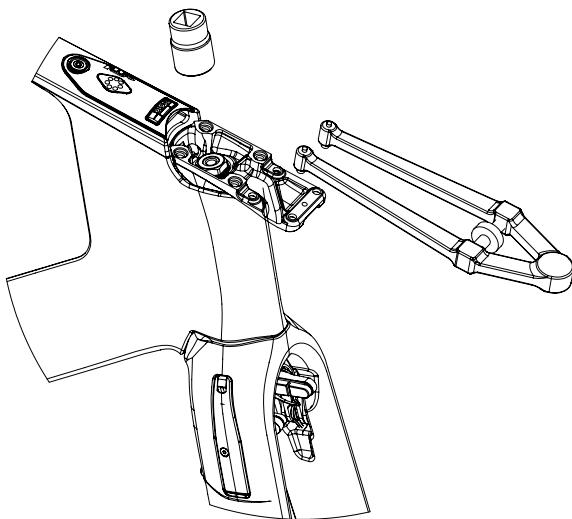

Fig. 11
- 1- Mantenere la forcella affinché non cada, e svitare il dado di serraggio ⑥ attacco servendosi di una boccola 6 brugole da 18mm. Mettere da parte il dado.
- 2- Se si tratta del primo montaggio, estrarre il pezzo di plastica rosso ⑤ .
- 3- Inserire la parte inferiore dell'attacco ① sulla forcella, accertandosi che la serie sterzo sia correttamente installata. Fare attenzione a far passare la guaina del freno posteriore nel foro oblunga dell'attacco.
- 4- Applicare 3 gocce di frenofiletto normale (tipo Loctite blu 243) sul controdado. ⑥.
- 5- Rimettere il posizione il dado ⑥ e serrare a **55Nm**. Questa operazione necessita del blocco della forcella, per il quale occorre utilizzare una chiave a settore (Fig. 11) da inserire nei fori dell'attacco che servono a fissare il manubrio. Durante il serraggio, il sistema di chiavette permette l'allineamento automatico dell'attacco alla forcella.
- 1- Posizionare il riscontro sterzo ⑧ nell'alloggiamento (a forma di fagiolo) sulla forcella.
- 2- Applicare un sottile strato di grasso sulla forcella laddove è a contatto con l'anello spaccato ⑦ Infine l'anello stesso ⑦. Fare attenzione a non mettere del grasso nell'alloggiamento e nel riscontro dello sterzo ⑧ (potrebbe provocare l'imbrattamento dell'alloggiamento, e nuocere alla rotazione della forcella).
- 3- Applicare un sottile strato di grasso sull'anello spaccato inferiore ⑦ poi posizionarvi il cuscinetto inferiore ⑥ Fare attenzione al senso del cuscinetto.
- 4- Ingrassare generosamente l'alloggiamento superiore dello sterzo del telaio. Poi sovrapporre: l'anello di fondo dell'alloggiamento ⑤, la molla ④, e l'anello d'appoggio del cuscinetto ③. Fare attenzione a non incastrare i pezzi l'uno dell'altro. Infilare quindi il cuscinetto ②, piantandolo ben diritto, non dovrebbe essere necessario alcuno sforzo. Depositare un sottile strato di grasso tra ogni pezzo.
- 5- Ingrassare generosamente l'alloggiamento inferiore dello sterzo del telaio. Fare attenzione a non mettere del grasso nell'alloggiamento e nella guida del riscontro dello sterzo ⑧ (potrebbe provocare l'imbrattamento dell'alloggiamento, e nuocere alla rotazione della forcella).
- 6- Infilare la forcella, poi rimontare l'attacco e pre-avvitare il dado ①. Serrare a 55Nm mantenendo l'attacco attraverso i fori di fissaggio del manubrio con una chiave a settore. (Vedere § AEROFLAT STEM) - Fig. 11)